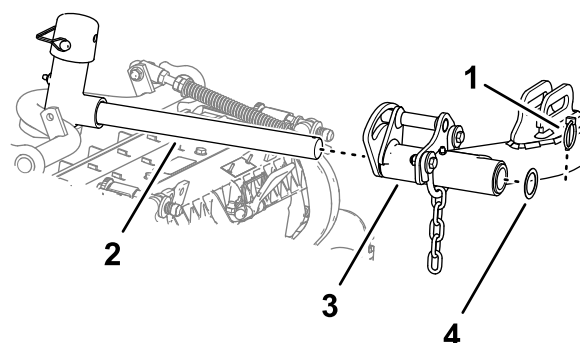

Figura 30
5. Glisai o unitate de tăiere sub braul de ridicare (**Figura 30**).